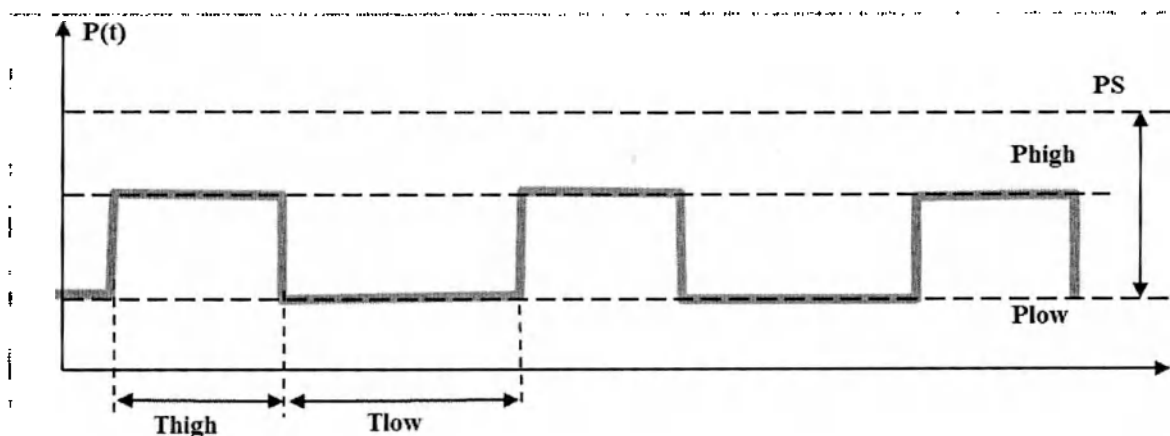

*Рисунок 2 Пр. 1.6 – Кривая давления в дыхательных путях*
**Случай 2**, когда суммарное давление  $P_{low} + PS$  выше уровня давления высокой фазы  $P_{high}$ , кривая давления имеет вид (рисунок 2 Пр. 1.6):